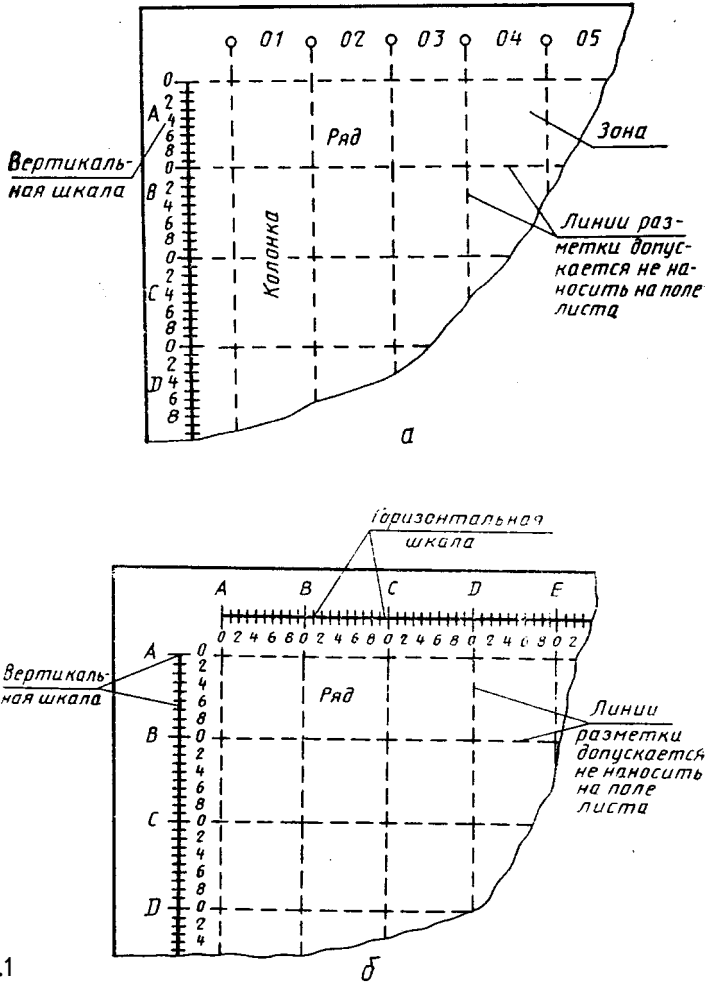

Рис.1
1. При большой графической насыщенности листов схем допускается делить поле листа на колонки, ряды, зоны или применять метод координат. При делении поля листа на зоны (**рис.1,а**) колонки обозначают по верхней кромке листа слева порядковыми номерами с постоянным количеством знаков в номере (00, 01, ..., 10, ..., 20), а ряды - по вертикали сверху вниз прописными буквами латинского алфавита. Ширину колонки принимают равной ширине минимального основного поля УГО элемента, а высоту ряда - минимальной высоте УГО. Обозначение зоны состоит из обозначения ряда и обозначения колонки, например, В01, С10. При делении поля координатным мето-
дом (**рис.1,б**) вертикальные и горизонтальные координаты обозначают прописными буквами латинского алфавита (кроме 1 и 0). Допускается давать дополнительную разметку ряда и колонки с помощью вертикальных и горизонтальных шкал, как показано на рис.1. Деление шкал обозначают порядковыми номерами с постоянным их количеством в пределах каждого ряда и колонки. Расстояние между делениями шкалы должно быть не менее 2 мм.